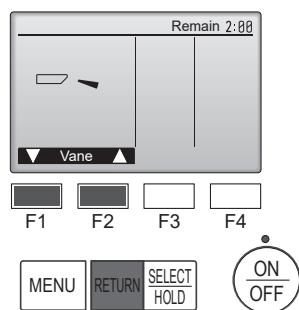

Fig. 7-4
- Pulse el botón [SELECT/HOLD] para visualizar la pantalla de funcionamiento Llama, y luego pulse los botones [F1] y [F2] para comprobar el sistema automático de desviación del aire. (Fig. 7-4)